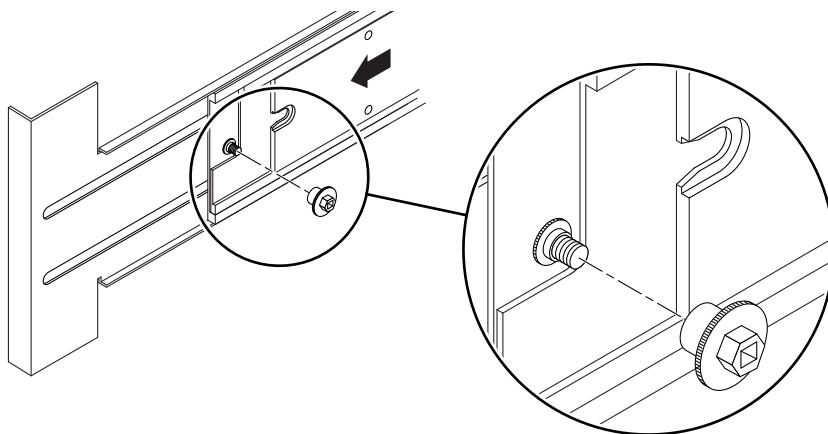

図 3-12 ロックナットの挿入および締め付け
4. システムの背面から、ロックナットをスペーサに挿入して締めます (図 3-12)。
1. システムの背面で、各ワッシャーから固定ナットを取り外します (図 3-12)。